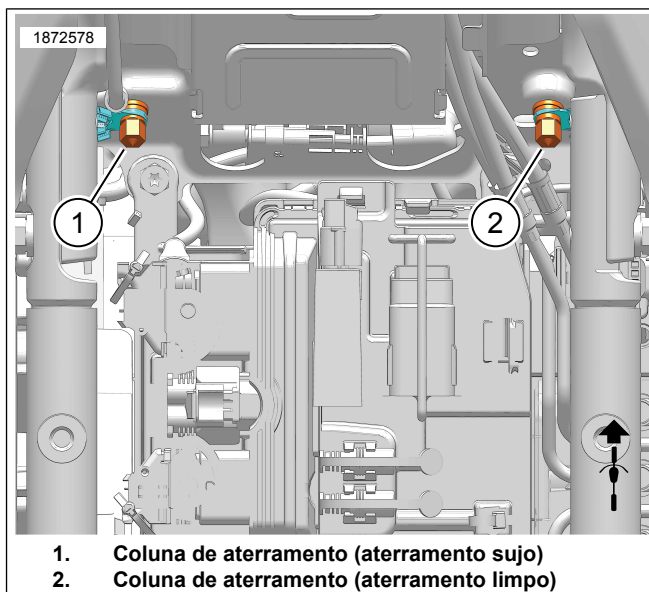

Figura 7. Localizações da coluna de aterramento na caixa de bateria
- Veja Figura 7. Encaminhe o fio terra por meio de orifícios retangulares em direção aos postes de aterramento.
Veja Figura 7 . Oriente e conecte o fio de ligação terra do ATM na coluna de aterramento **limpo** (2). Aperte.